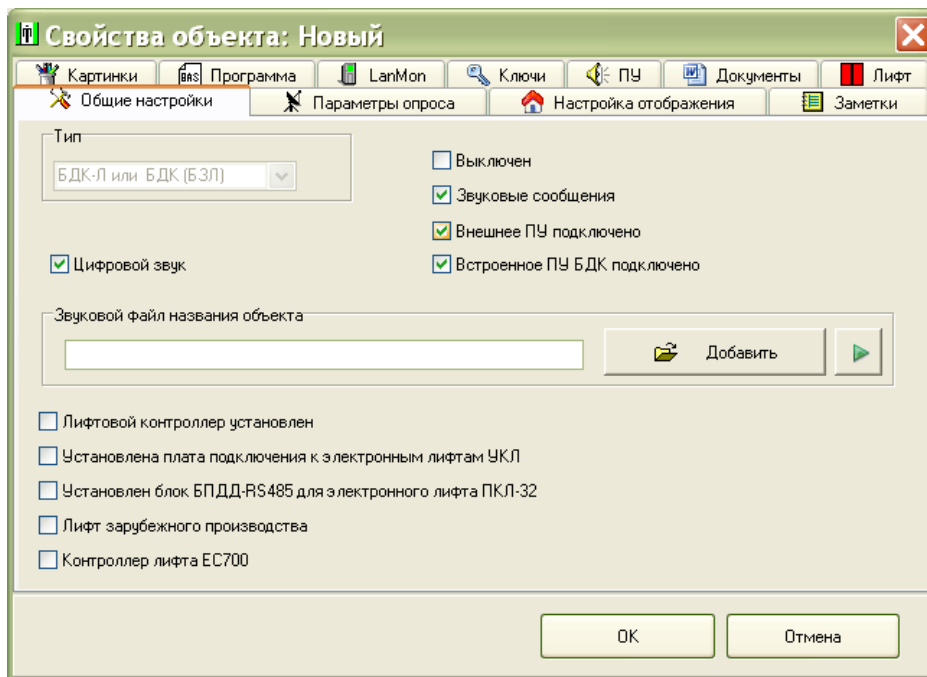

Рисунок 7
8) Для блока БДК-4М2, БДК-2М на вкладке «Общие настройки» установить «галочки» для включения режима цифрового звука, разрешения выдачи звуковых (голосовых) сообщений об изменении состояния блока, признака подключения встроенного и внешнего переговорных устройств (рисунок 7). Задать wav-файл озвучивания названия объекта, соответствующий адресу расположения блока.